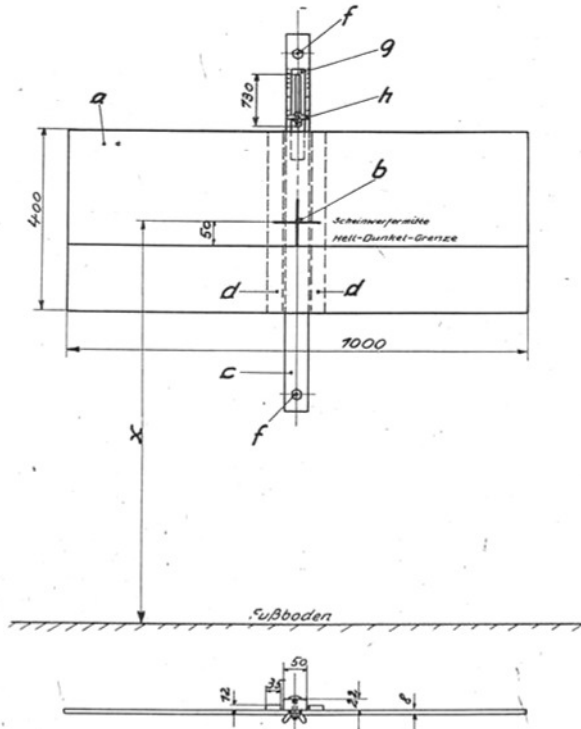

Bild 243. Scheinwerfer-Einstelltafel
1. Einstelltafel nach Bild 243 anfertigen.